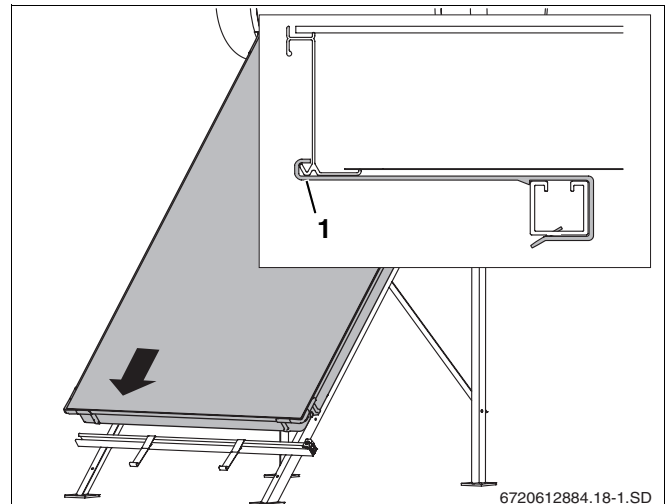

fig. 16 Colocar o colector sobre os perfis
- ▶ Coloque o colector sobre os perfis e deixar que deslize nas protecções contra deslizamento (fig. 16, **item 1**).